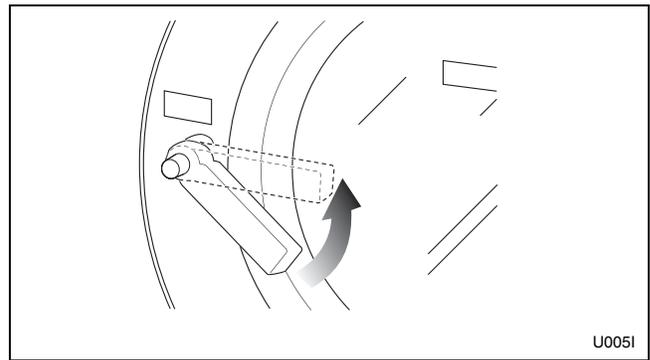

Figura 7
4. Cierre la puerta y gire la palanca hacia la izquierda hasta que salte el botón. Consulte la *Figura 7*.